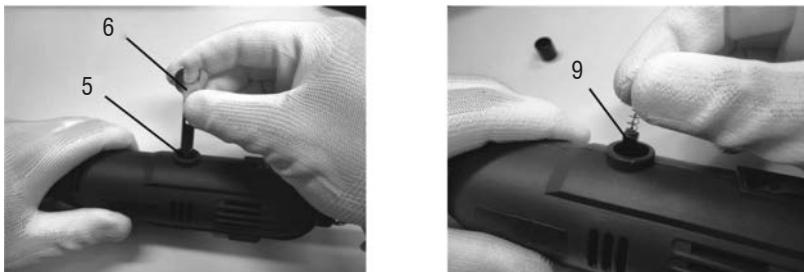

Fig. 6 – Substituição da escova de carvão
Escovas de carvão são partes consumíveis que quando se desgastam podem causar problemas no motor. A MICRORRETÍFICA VONDER utiliza escovas carvão com parada automática, ou seja, o equipamento para de funcionar automaticamente quando a escova estiver muito gasta. Quando isto ocorrer, substitua a escova de carvão (9) por um novo par como mostra o procedimento a seguir, fig.6.